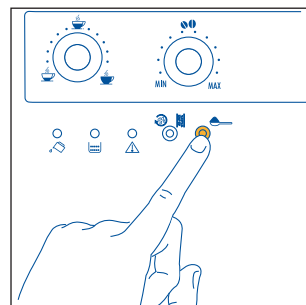

Fig.18
1. Presione el botón  para seleccionar la función café molido (fig. 18). El piloto del botón se enciende para indicar que la función ha sido seleccionada y se ha desactivado el molinillo.